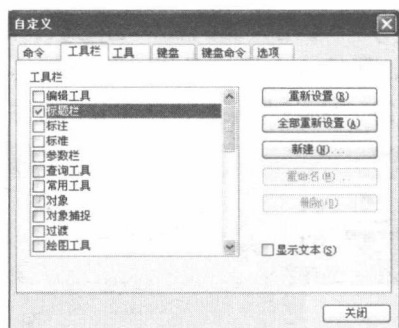

图 1-22 “自定义”对话框“工具栏”标签
- (3) 在该对话框中选择“工具栏”标签，如图 1-22 所示。